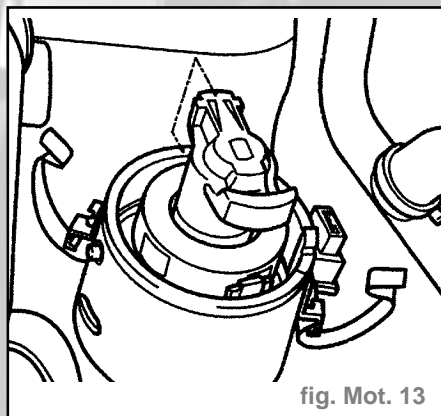

fig. Mot. 13
- Contrôler si le rotor d'allumeur est orienté vers le repère de cylindre 1 sur le boîtier d'allumeur. Si tel n'est pas le cas, tourner l'allumeur jusqu'à ce que le repère coïncide ; si nécessaire, mettre en place l'allumeur une nouvelle fois (fig. Mot. 13).